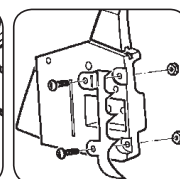

Рис. 3L
11. Поставьте зубчатую опору на крышку тормоза так, как это показано на (Рис. 3L).